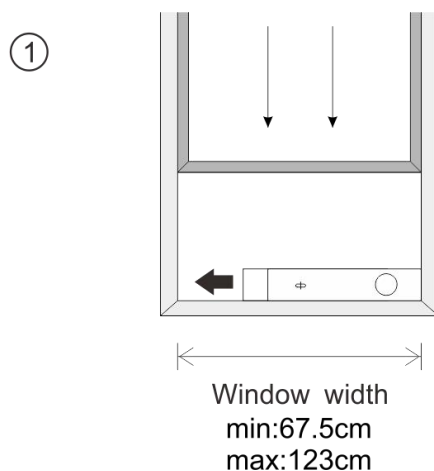
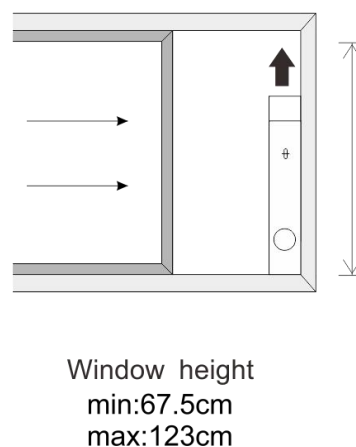

Fig.10
Fig.10a
La méthode d'installation du kit de glissière de fenêtre est principalement "horizontale" ou "verticale". Comme le montrent les figures 10 et 10a, vérifiez la taille minimale et maximale de la fenêtre avant l'installation.
1. Installez l'ensemble de fenêtre dans la fenêtre (Figure 10, Figure 10a);